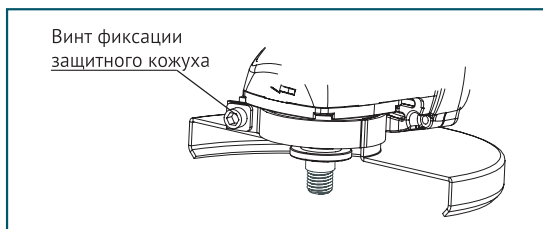

Рис.2
- Установите защитный кожух и закрепите винтом фиксации (Рис.2).